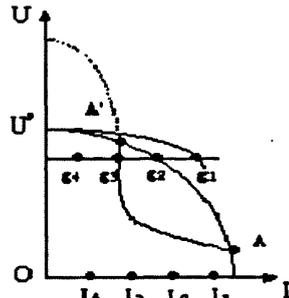

图10
(4) 一般动力装置在牵引力的设计上是最基本要保证的, 而随着速度的增高, 力不断相应地减小, 也就是将富余的牵引力转化为牵引速度。直流电机在这种优化选择中经过了三级提升(见图10); 并励(g1)→串励(g2)→恒功率(g3)→磁场削弱(g4), 使电传动的速率范围有了十分大的调节能力。如果再将线段 A-g2-A' 与线段 A-g3-A' 所包围的功率放在 A'-U-U' 处, 就可以知道三段半控桥式整流没有利用的功率有多大了。